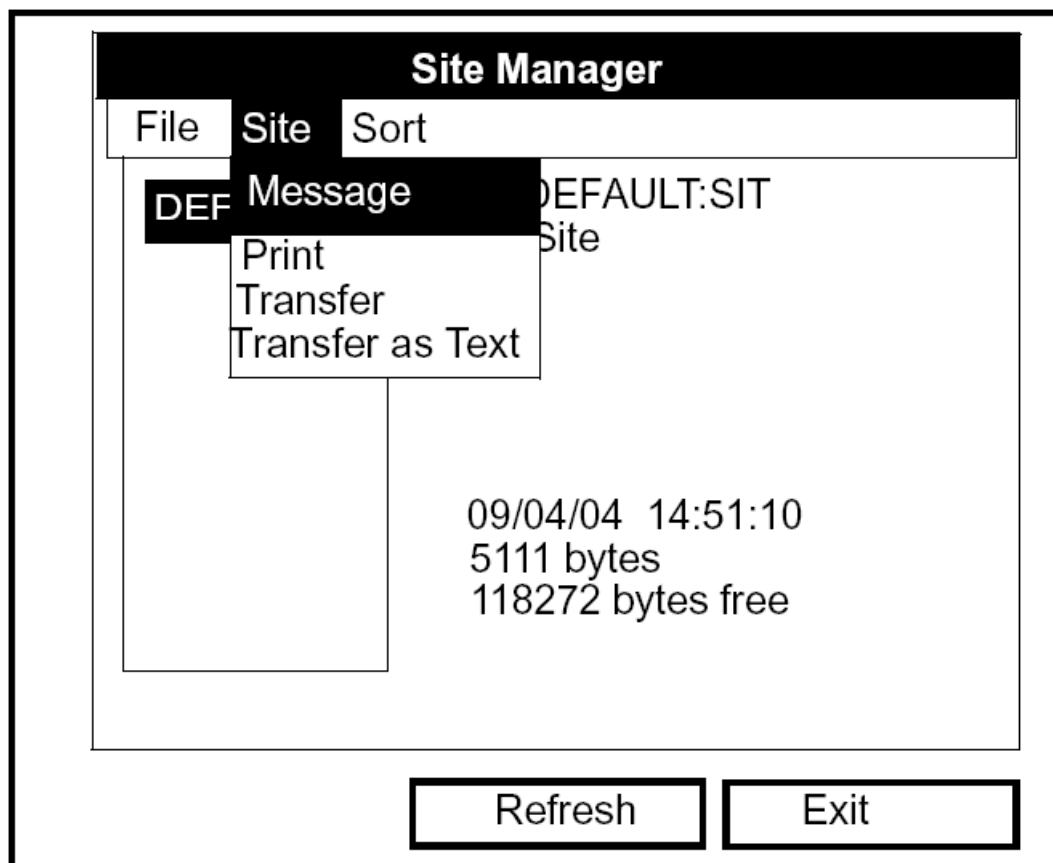

Рис. 5-11: Меню Site в окне Site Manager
Вы можете получить доступ к четырем дополнительным функциям из подменю Site (показано на рис. 5-11 на стр. 5-11).
1. Нажмите клавишу [ENTER] для входа в меню File. Затем нажмите клавишу [▶] один раз для перехода из меню File к меню Site. Нажмите клавишу [ENTER]. На экран будет выведено изображение, подобное рис. 5-11, который приведен ниже.